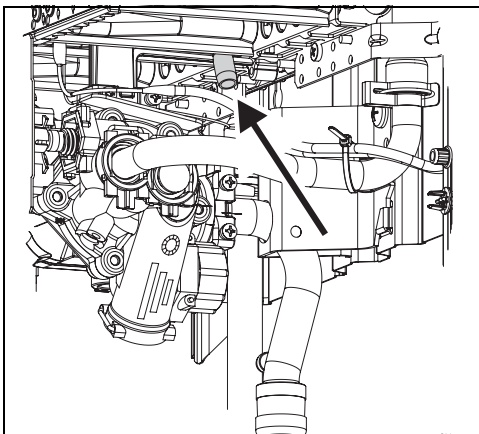

Рис. 5 Точка измерения давления перед форсункой
- Заменить форсунки (Рис. 5, [1 и 2]), и произвести сборку согласно описанию. Внимание, существует два типа форсунок, которые нельзя перепутать (Таб. 4).
- Ослабить запорный винт (→Рис. 5).